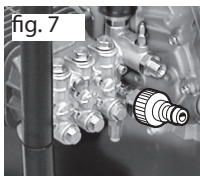

fig. 7
3. Podłącz wąż ogrodowy do wloty wody (max. 10 barów, max. Temperatura 40°C) (rys. 7).